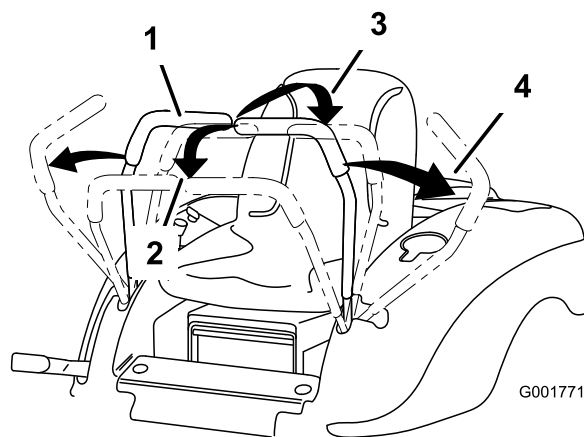

Figura 11
2. Per fare marcia avanti spingete lentamente in avanti le leve di controllo del movimento (Figura 11).
Per spostarvi in linea retta, applicate una pressione identica su entrambe le leve di controllo del movimento (Figura 11).
Per girare, rilasciate la pressione sulla leva di controllo del movimento verso la direzione in cui volete voltare (Figura 11).
2. Per fare marcia indietro tirate lentamente indietro le leve di controllo del movimento (Figura 11).